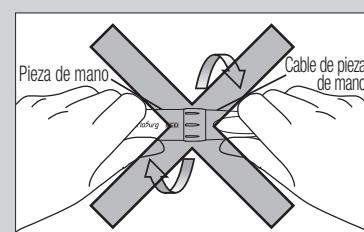

Fig. 22
- ! • La pieza de mano no se puede retirar del cable de pieza de mano. Retirar o torcer la pieza de mano podría causar daños en los componentes internos y fallos en el dispositivo. (Fig. 22)